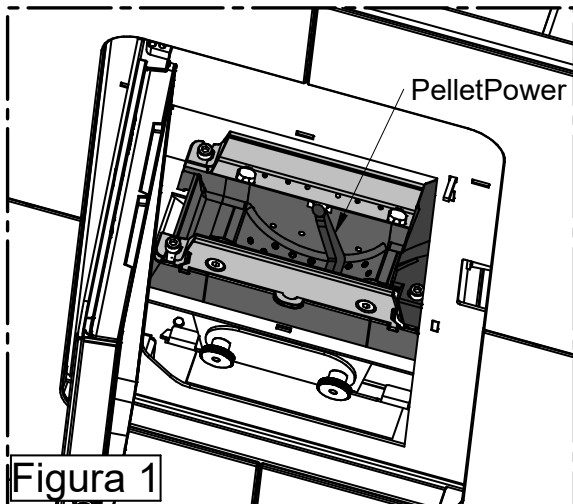

Figura 1
- Limpie meticulosamente el quemador (figura 1), utilizando un aspirador; limpie con especial atención la zona cercana a la bujía de encendido. Esto garantiza el correcto funcionamiento del equipo y evita los encendidos fallidos.
- Abra la puerta del hogar y verifique que el área en la que actúa el rascador Pellet Power® esté libre de sedimentos (figura 1).
- Verifique que los orificios del quemador y el canal de alojamiento de la resistencia estén libres de sedimentos de cualquier tipo. Si es necesario, aspire y limpie (figura 1).